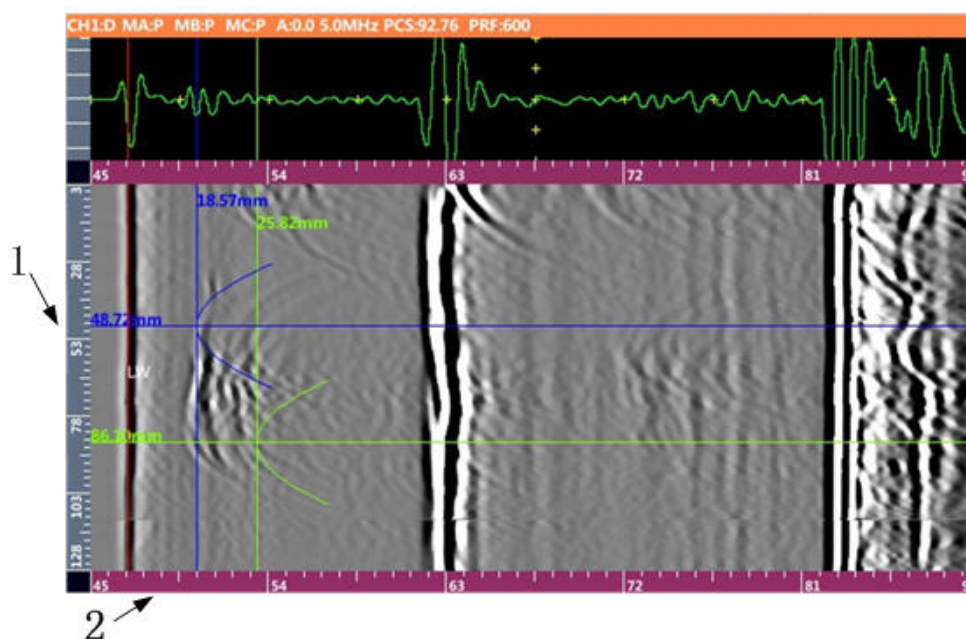

图 1-8 TOFD 扫描标尺
b) TOFD 扫描标尺如图 1-8 所示，其定义见表 1-8。